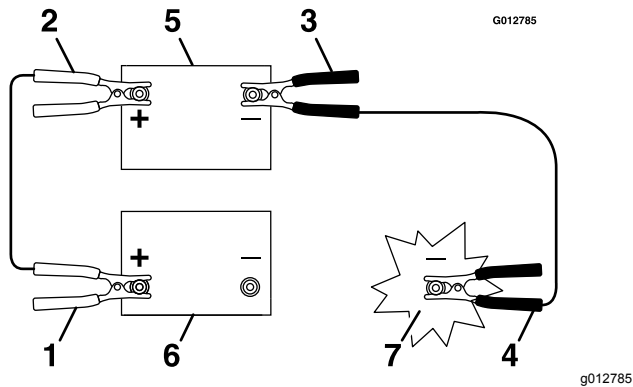

図 49
3. 図 49のように、救援される車両のバッテリースターまたはスタータソレノイドに接続されているプラス+端子に、プラス+ケーブルを接続する。